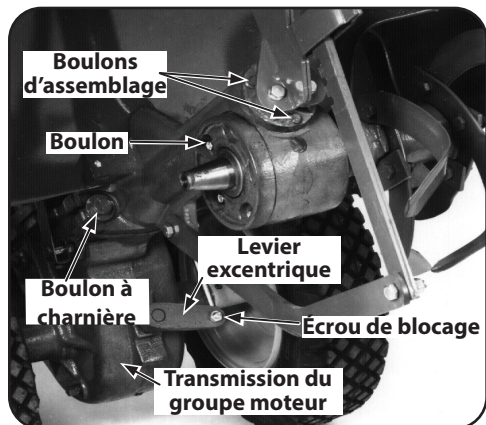

Figure 5-3
- Les trois boulons d'assemblage du roulement arrière sont sous le support de montage du régulateur de profondeur. Si un boulon est desserré, cela peut causer une fuite d'huile ou du jeu latéral sur l'arbre d'entraînement. Voir Figure 5-3.
- Vérifiez l'écrou de blocage qui fixe la tringlerie du changement de vitesse au levier excentrique de changement de vitesse. Voir Figure 5-3. Ne serrez pas l'écrou de blocage contre le levier excentrique. Il devrait être très près du levier, mais ne devrait pas le toucher.